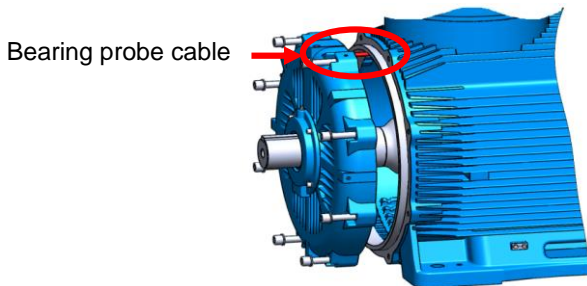

Рисунок 8-8 - Снятие торцового щита
1. Слегка и осторожно потяните торцовый щит (см. Рисунок 8-8).